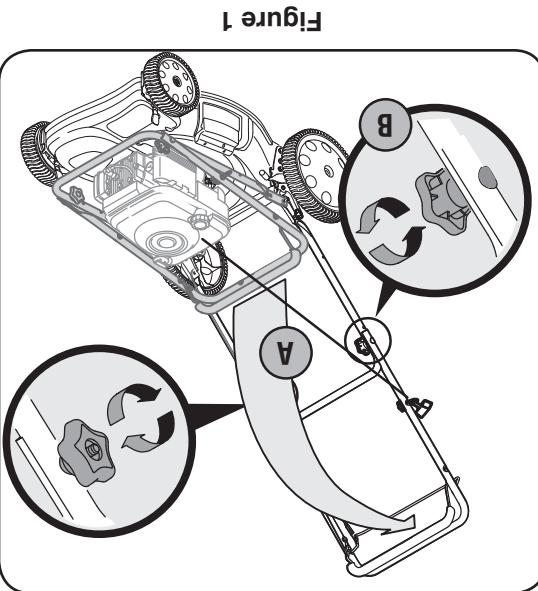

Figure 1
- a. Assurez-vous que le guidon supérieur sur le guidon inférieur. Assurez-vous que le boulon d'étoile qui maintient le guidon supérieur vers l'avant passe de la position A à la position de travail B. Voir la Figure 1.
- b. Redressez le guidon supérieur vers vous pour faire passer le guidon supérieur de la position A à la position B. Voir la Figure 1.